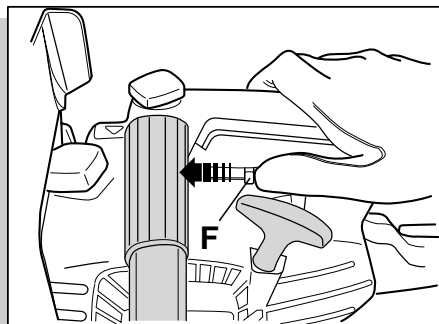

fig. 8
- Model 1-2: Skub chokerhåndtaget F fremad til indstillingen "START" (fig. 8).